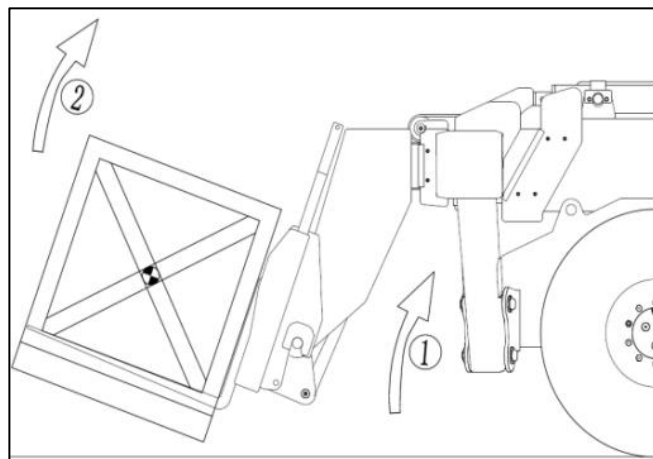

Рисунок 2-6
7) Слегка поднимите нагрузку (шаг ①), наклоните вилы и кронштейн (шаг ②), переведите их в транспортное положение назад (см. рис. 2-6);
11) Аккуратно поднимите нагрузку (шаг ①), наклоните Вилы (шаг ②) назад в Транспортное положение (см. рисунок 2-6).
- 4) При максимально укороченной стреле обеспечьте необходимое пространство для работы вил (см. рис. 2-6);